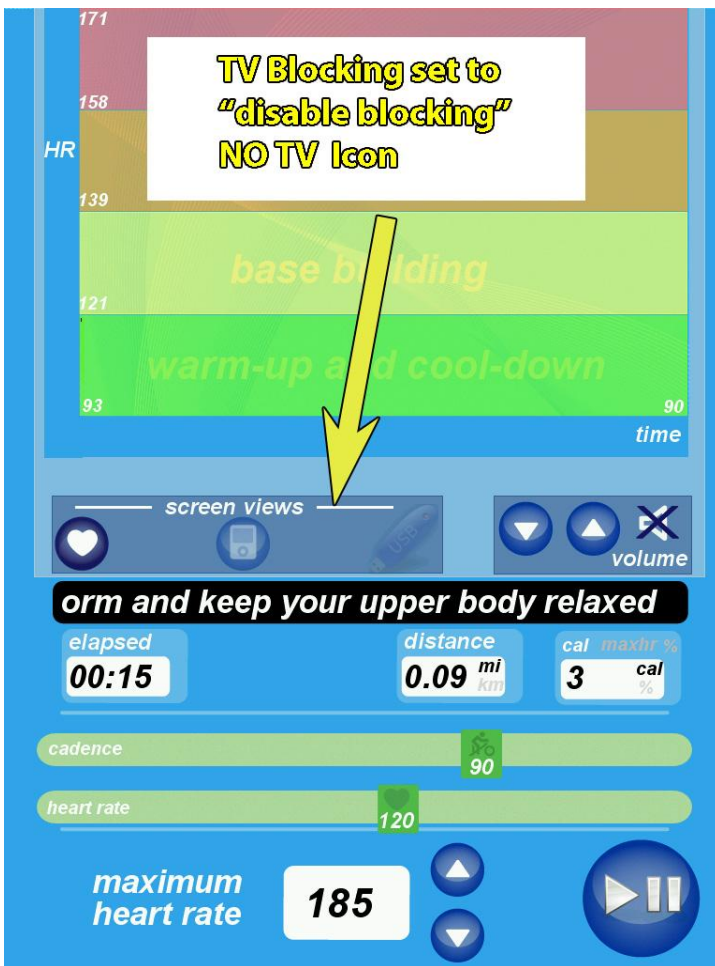

Fig. 9
1) **Symptom:** No TV icon when in TV mode (Fig. 9).